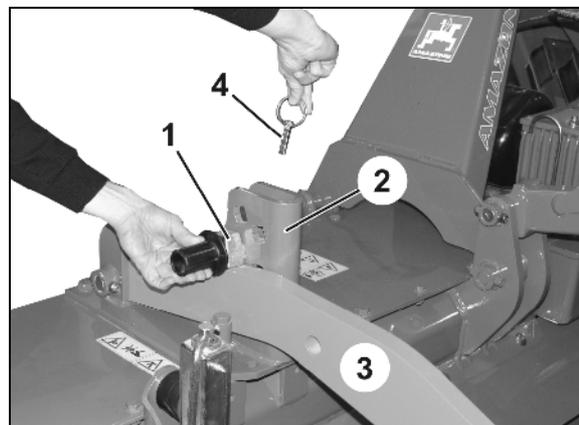

Fig. 24
1. Eleve o aparelho de preparação do solo apenas ligeiramente através do sistema hidráulico de três pontos do tractor, até que os braços de suporte (Fig. 24/3) assentem no apoio do rolo seguidor e liberem os orifícios das travessas de fixação (Fig. 24/2) para as cavilhas de regulação de profundidade (Fig. 24/1).
3. Retire o encaixe de charneira (Fig. 24/4).